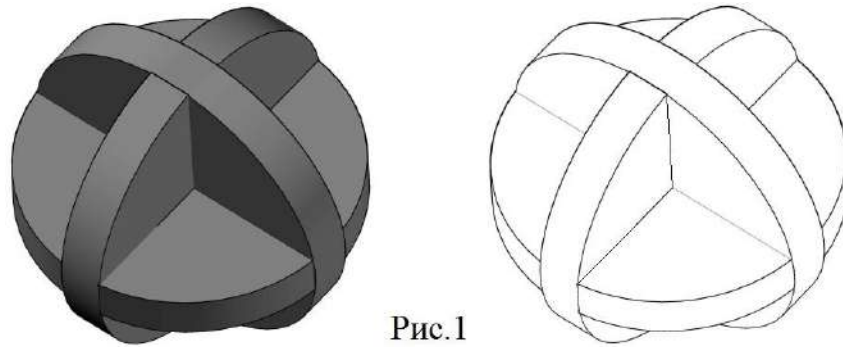
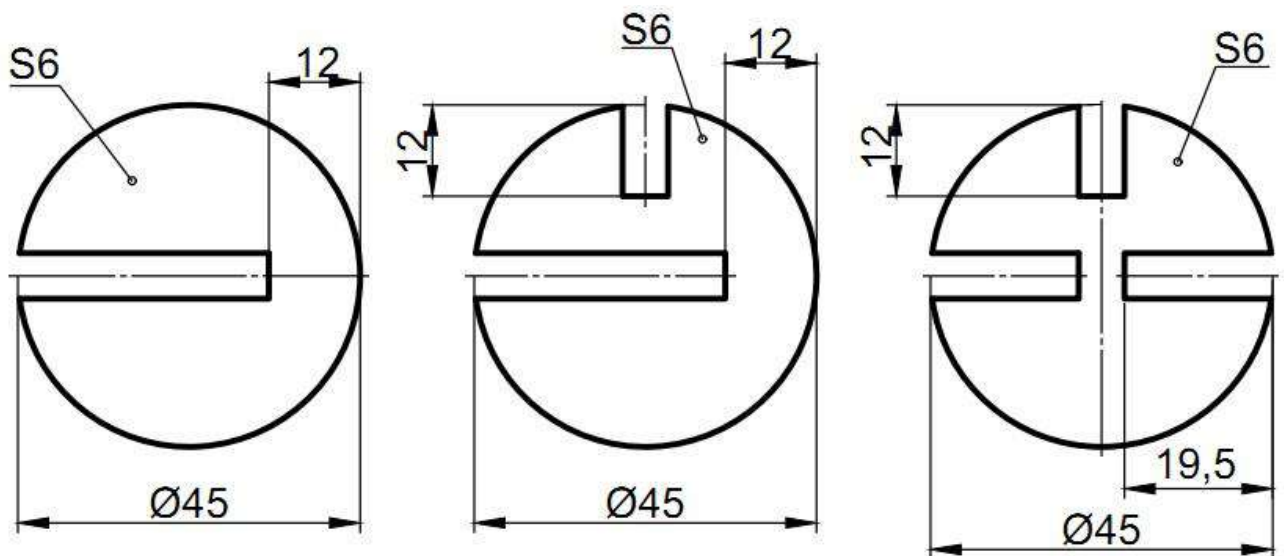

Рис.1
Рис.2
1. По данному образцу (Рис. 1) и эскизу (Рис. 2) изготовить шар.